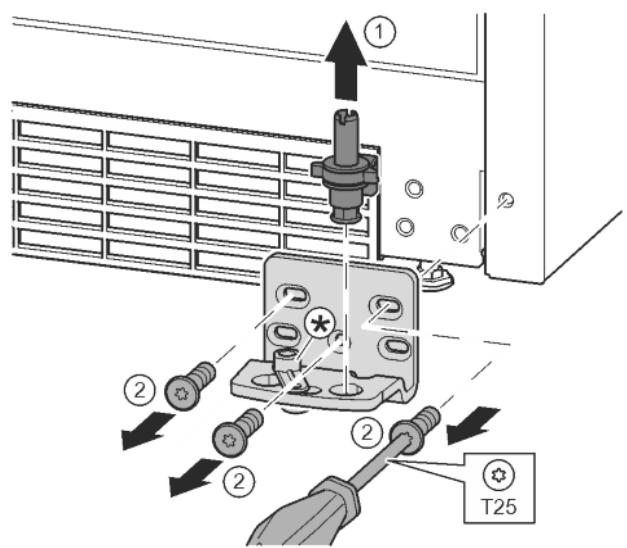

Fig. 11
- Опорный палец полностью извлечь движением вверх. Fig. 11 (1)
- Открутить винты отверткой T25 и снять опорный кронштейн. Fig. 11 (2)